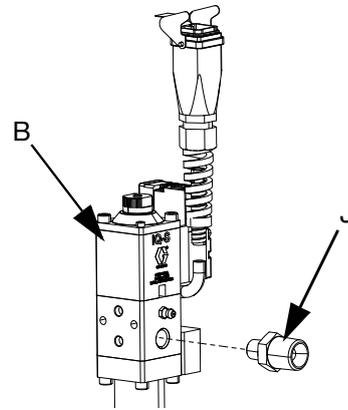

ABB. 26
- 8. Das Drehgelenk an Ventilfitting (J) am Dosierventil (B) anschließen, wie dargestellt in ABB. 26.